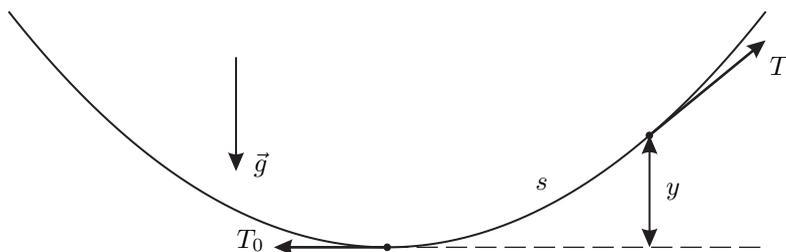

Рис. 3
3. Докажите, что если верхняя точка нити длины  $s$  возвышается над нижней точкой на высоту  $y$  (рис. 3), то